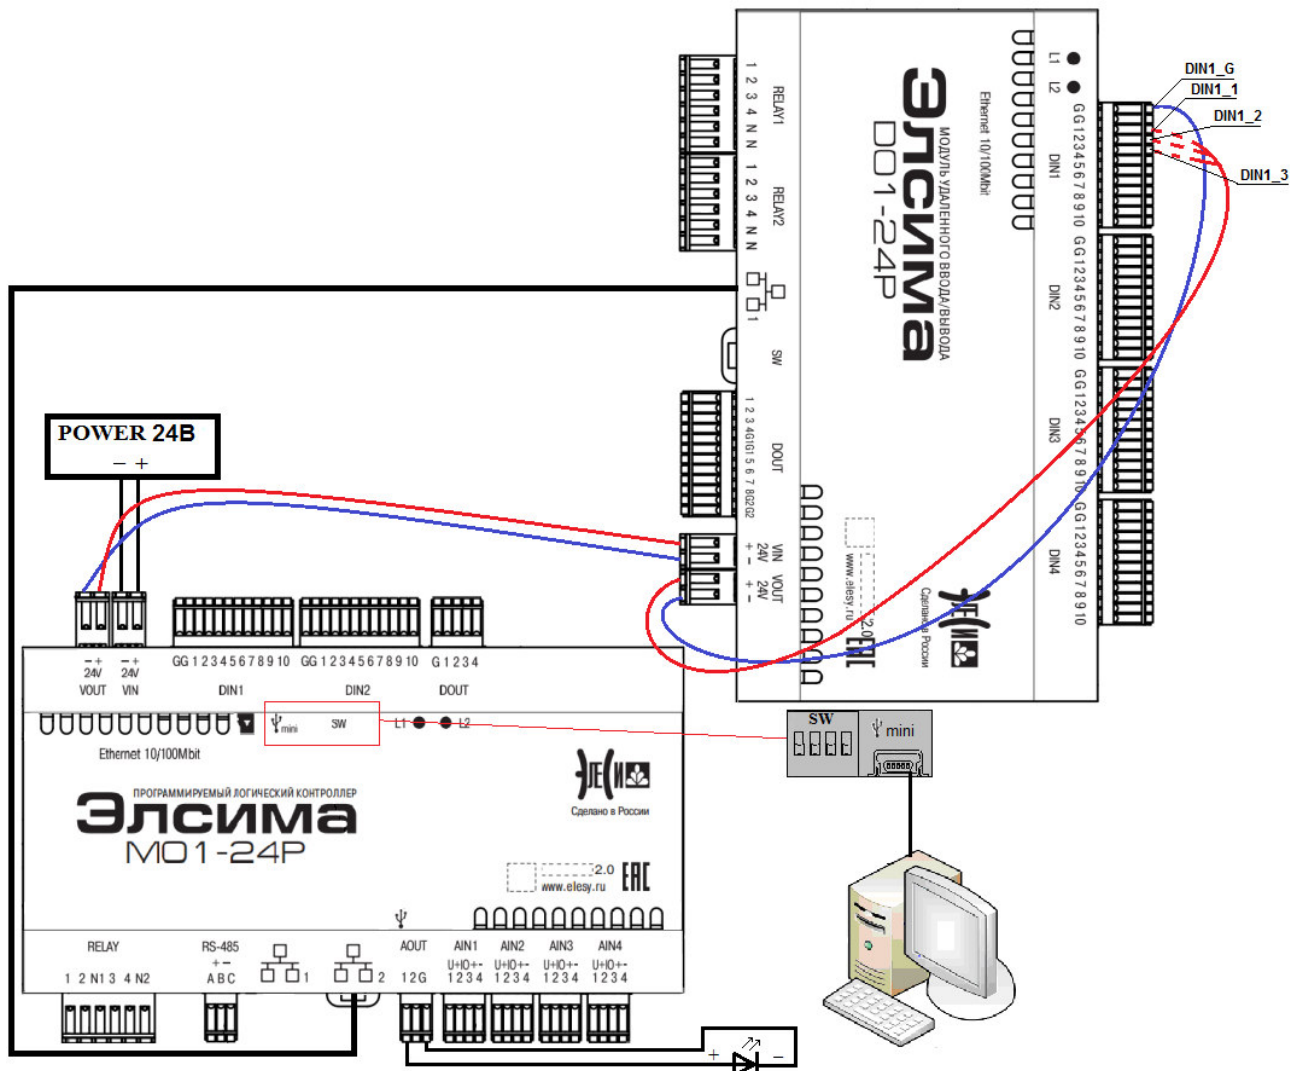

Рисунок 2.1 – Схема подключения контроллера и модуля УВВ-Элсима-D01
4. Соединить одним проводом VOUT «-» модуля УВВ Элсима-D01 с DIN1_G модуля. Другой провод подключить одним концом к разъему VOUT «+», вторым концом провода можно подавать сигналы на дискретный вход DIN1 (рисунок 2.1).
5. Подключить контроллер к компьютеру путем соединения разъема «mini-USB тип В» (Ψ mini) ПЛК кабелем USB с ПК (рисунок 2.1), используя драйвер виртуальной сети RNDIS. Подробную информацию о драйвере можно найти в документе «Контроллер программируемый логический Элсима. Руководство по эксплуатации».
Для работы с дискретным вводом модуля УВВ Элсима-D01 необходим провод, один конец которого подключается к **VOUT «+»**, а второй подает поочередно сигналы на **DIN1_1**, **DIN1_2** и **DIN1_3** (рисунок 2.1).